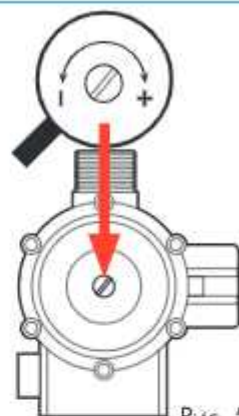

Рис. 5
4.3. Стартовое давление срабатывания настроено на 1,5 бар, что является оптимальным значением для большинства случаев использования. Это значение может быть изменено с помощью регулировочного винта, расположенного в верхней части блока автоматики с маркировкой «+» и «-» (рис. 5).